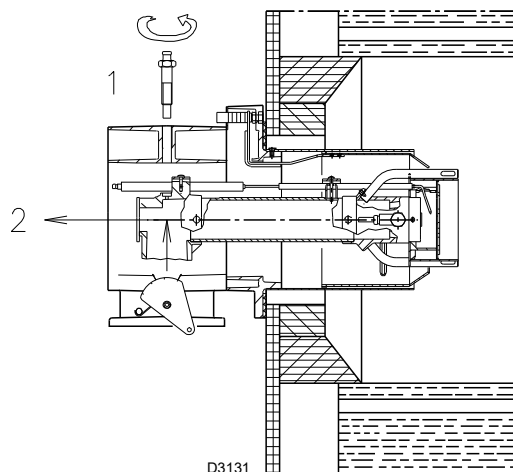

Fig. 18
- Quitar el tornillo 1)(Fig. 18) y extraer la parte interna 2);
Para facilitar la regulación, aflojar el tornillo 1)(Fig. 18 en la pág. 22), regular y, después, bloquear.